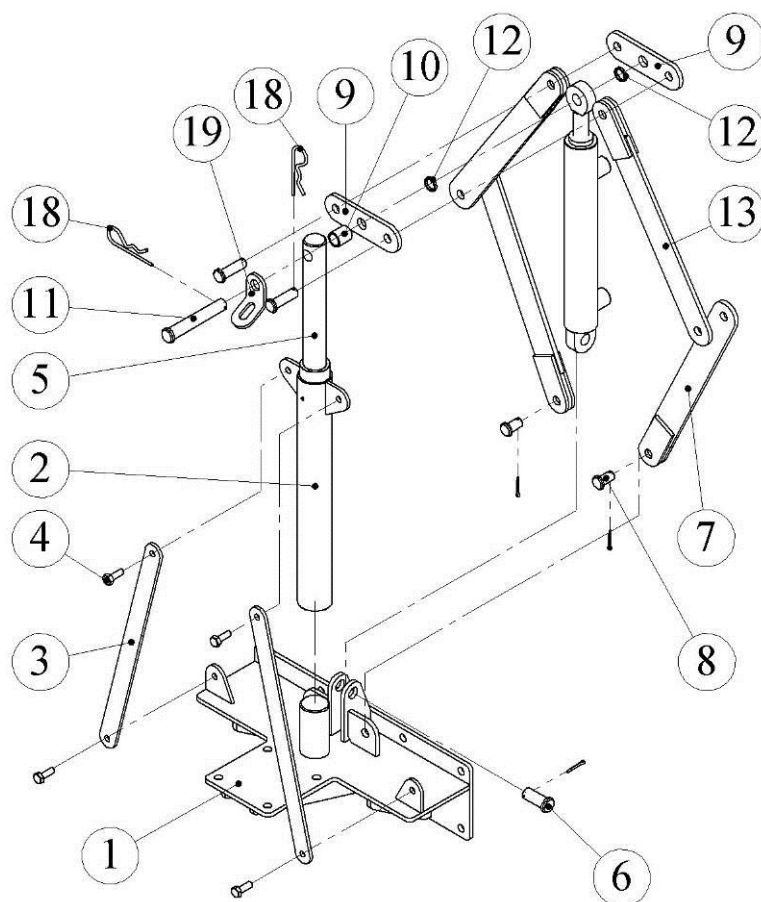

Рис. 4.3.1. Сборка кронштейна гидроцилиндра
4.3.1. На заднее основание кронштейна гидроцилиндра (1) установите стойку (2), зафиксируйте её двумя растяжками (3) с помощью четырёх болтов (4) M10x25, гаек M10, подложив шайбы пружинные (рис.4.3.1). В стойку вставьте направляющую (5).